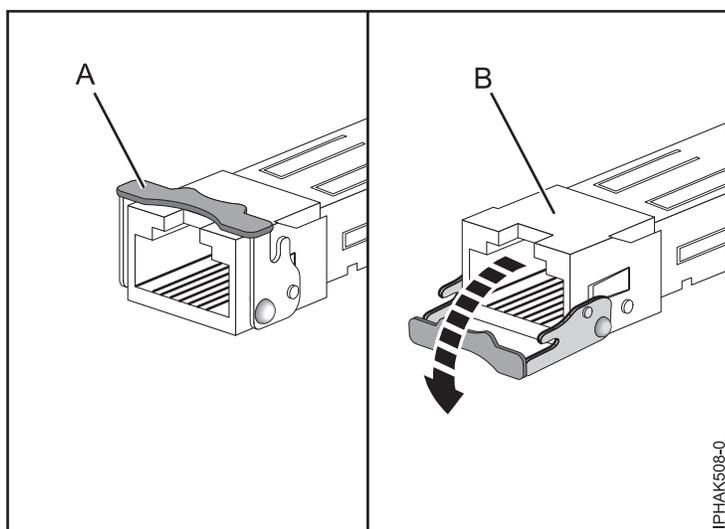

Figura 11. Removendo transceptores SFP de adaptadores
Nota: Algumas FRUs do adaptador Ethernet ou Fibre Channel requerem a remoção dos transceptores small form-factor pluggable (SFP) (se presentes) para remover o suporte sobre trilhos. Com a placa deitada em uma superfície antiestática, abra a trava (A), girando-a para baixo e para fora da placa, conforme mostrado na Figura 11. Deslize o transceptor (B) para fora do hardware do adaptador. Repita para o outro transceptor.
Nota: Algumas FRUs do adaptador Ethernet ou Fibre Channel requerem a remoção dos transceptores small form-factor pluggable (SFP) (se presentes) para remover o suporte sobre trilhos. Com a placa deitada em uma superfície antiestática, abra a trava (A), girando-a para baixo e para fora da placa, conforme mostrado na Figura 11 na página 24. Deslize o transceptor (B) para fora do hardware do adaptador. Repita para o outro transceptor.